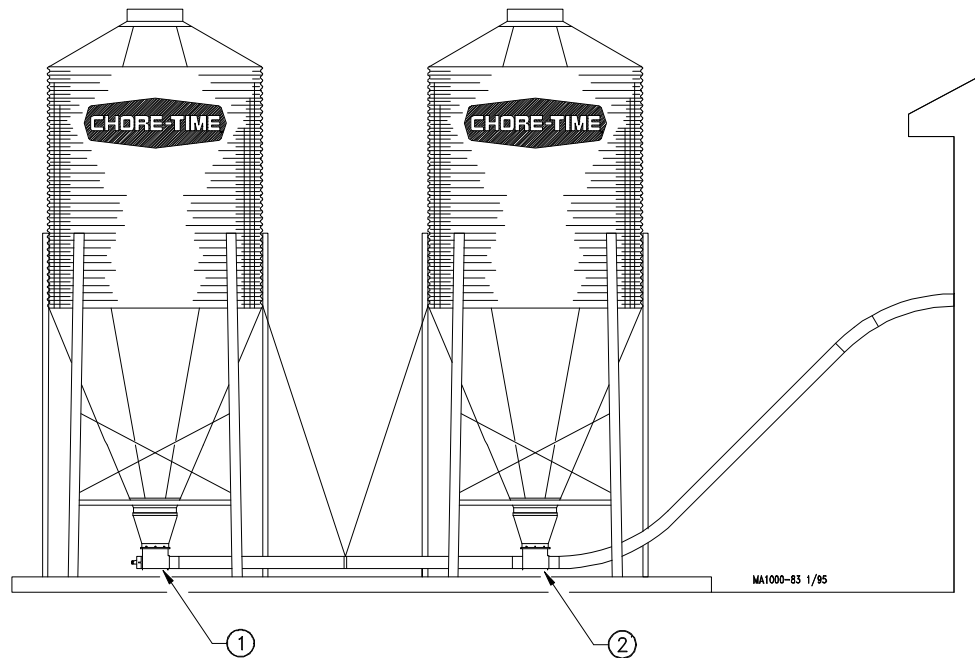

Figura 26. Tándem de botas con salida recta Modelos 75 y 90 (vista lateral)
1. Instalar las botas en los dos silos para alimento. Asegurar que las salidas y entradas en las botas estén en línea y que la cinta con la flecha esté apuntando en el sentido del flujo del alimento. La Figura 26 muestra el sistema tándem típico de botas con salida recta.